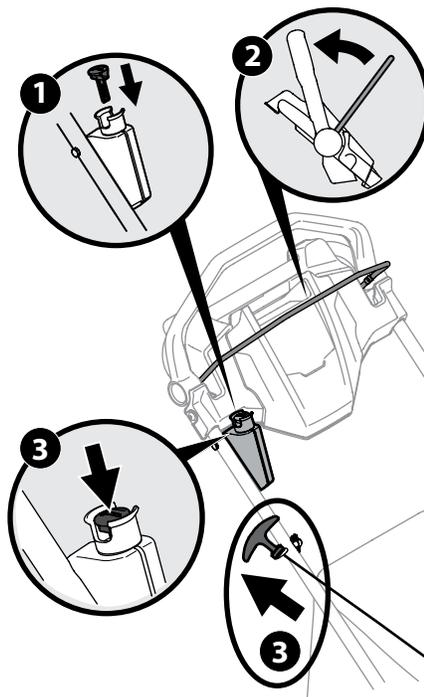

Figure 5-4
2. Placez-vous derrière l'appareil et serrez la commande des lames contre la commande d'entraînement. Voir Figure 5-4.
Démarrage électrique (le cas échéant) : Pressez sur le bouton-poussoir pour démarrer le moteur. Voir Figure 5-4.